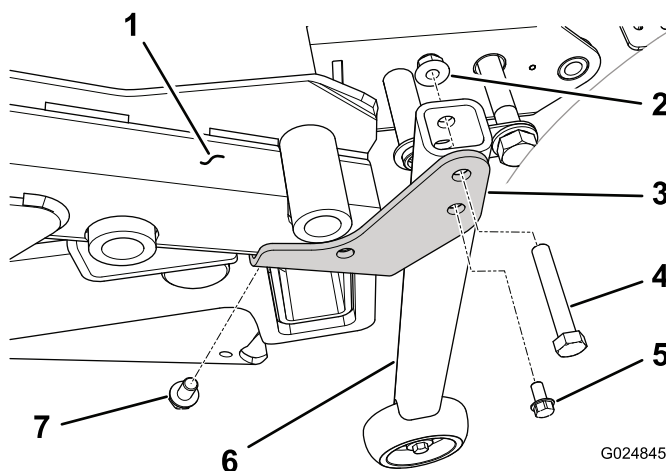

Figura 96
7. En unidades de tracción con número de serie superior a 313000001, monte un soporte de conversión (derecho o izquierdo) en la cara inferior de cada esquina trasera del bastidor de la carcasa con un tornillo autorroscante ($\frac{3}{8}$ " x $5/8$ ") (Figura 96).
8. Monte el tubo de soporte vertical en el soporte de conversión (derecho o izquierdo) en cada esquina del bastidor de la carcasa con un tornillo ($\frac{3}{8}$ " x $2\frac{1}{4}$ ") y una tuerca con arandela prensada ($\frac{3}{8}$ ") (Figura 96).